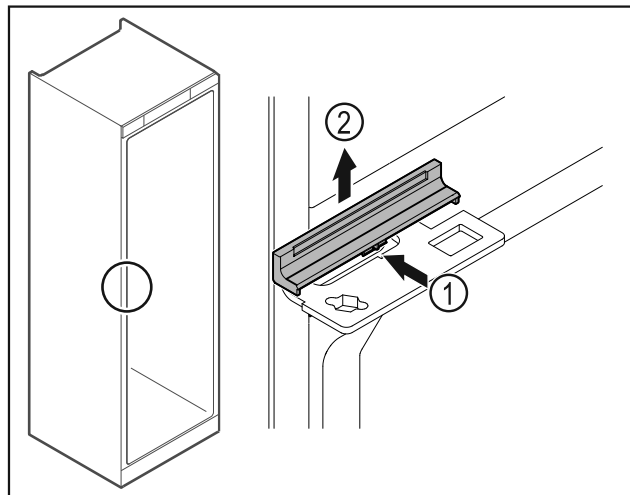

Fig. 48
- Πιέστε το κάλυμμα Fig. 48 (1) ελαφρά στο κέντρο και αφαιρέστε το προς τα επάνω Fig. 48 (2).